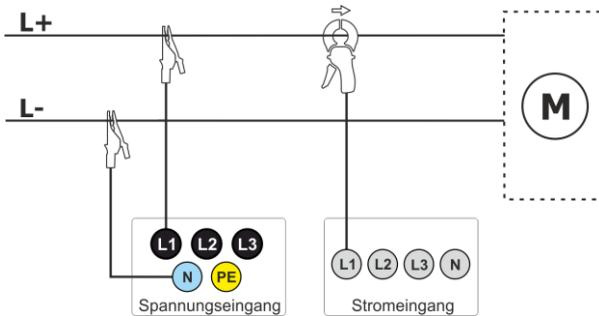

Abb. 25. Schaltbild – DC Netz
- DC – ein-Spannungs DC Netz (Abb. 25)